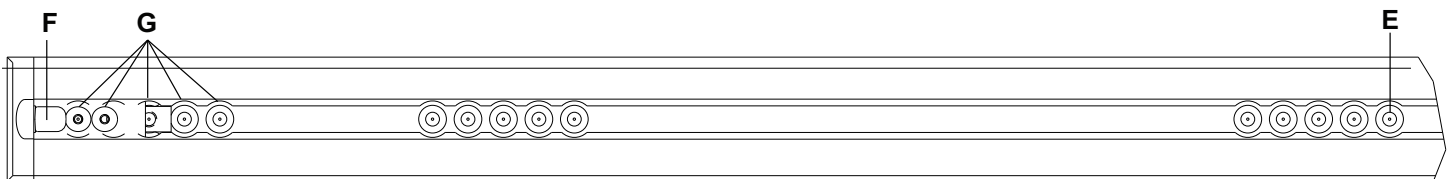

Abbildung 16 – Position der Bodenplatten-Passlöcher – Fußende
**Hinweis** - Wenn bereits eine zuvor installierte Bodenplatte ohne Anker-Fahrzeug-Kabel vorhanden ist, von Passloch E ausgehend entweder 3 Zoll oder 7 Zoll (7,6 cm oder 17,8 cm) Richtung Kopfende abmessen (Abbildung 16). Diese Stelle in der Mitte des Kanals markieren. Hier wird die elektrische Eingangsbuchse angebracht. Anweisungen für die elektrische Verbindung finden sich in der Installationsanleitung (6390-109-020) zur Bodenplatte von Stryker.
**Hinweis** - Die Positionen des Sicherheitshakens (F) und der zusätzlichen Montagelöcher (G) sind nur zur Orientierung dargestellt (Abbildung 16). Sie werden bei der **Performance-LOAD** Installation nicht verwendet.